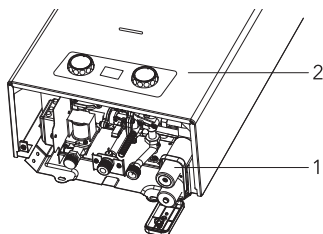

Рис. 1
Перед включением водонагревателя необходимо установить батарейки (рис. 1). Отсек для батареек (1) находится в нижней правой части водонагревателя. Для доступа к нему снимать кожух не нужно.